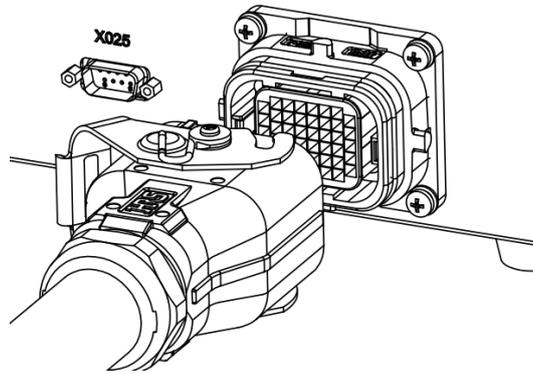

图 5-7 控制柜重载连接器接口
- 步骤2.** 连接控制柜，将重载线一端插头插进控制柜重载线接口（见图 5-7），并扣紧锁扣。